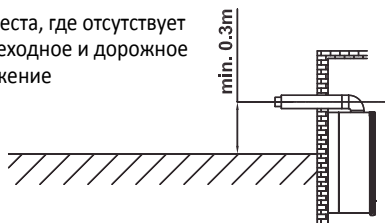

Рис. 4
- Расстояние сверху дымохода до свисающей кровли или деревянных покрытий должно составлять не менее 1.5 м. (Рис. 4а)
- В местах с пешеходным движением, к примеру, на тротуарах, высота выхода дымохода должна составлять не менее 2 м. (Рис. 4с). В полуподвальных помещениях с выходом фасада на тротуар, с условием принятия соответствующих мер безопасности, эта высота может составлять не менее 1 м.